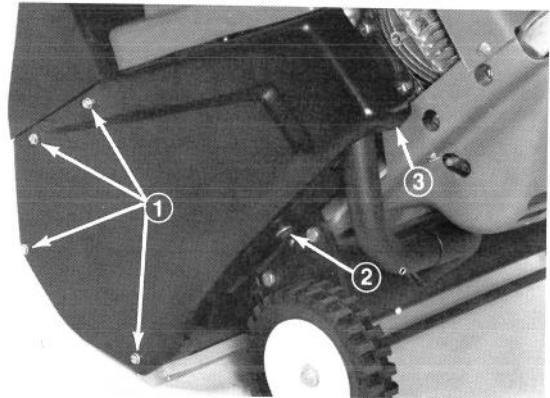

Figure 15
2. Enlevez la vis à tête à embase, quatre boulons et quatre écrous de blocage retenant le couvercle de transmission en place (Figure 15). Enlevez le couvercle et mettez-le de côté.
7. Posez le couvercle de transmission à l'aide de la vis à tête à embase, de quatre boulons et écrous de blocage (Figure 15).